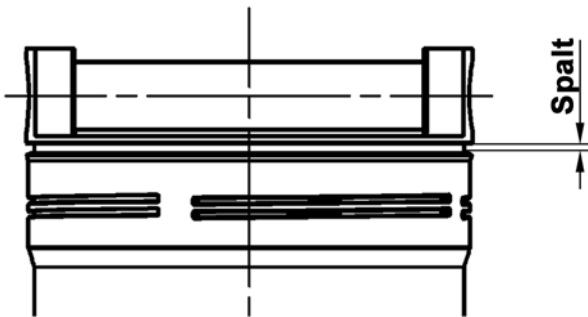

Abb.3: Spalt am Filterdeckel
- ▶ Drehen Sie den Deckel von Hand bis zum Anschlag ein; ein Spalt zwischen Deckel und Gehäuse bleibt evtl. sichtbar (siehe Abbildung 3).